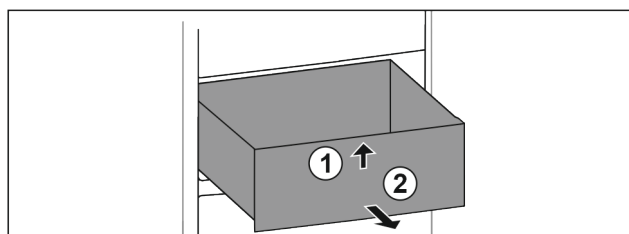

Fig. 81
- ▶ Emelje meg a fiók elejét. Fig. 81 (1)
- ▶ Vegye ki a fiókot előrefelé. Fig. 81 (2)